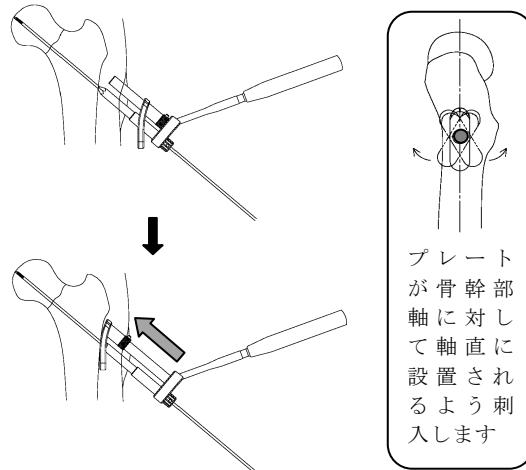

図 1
- 2) パラレルガイドに装着したプレートアライメントチェックーを骨面に近づけ、骨幹部軸とのアライメントを確認します。（図 1）